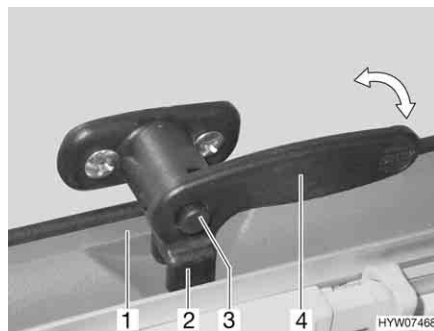

Bild 73 Verriegelungshebel mit Sicherungsknopf in Stellung "geschlossen"
- Ggf. Sicherungsknopf (Bild 73,3) drücken und gedrückt halten.
- Den Verriegelungshebel (Bild 73,4) eine viertel Umdrehung zur Fenstermitte hin drehen.